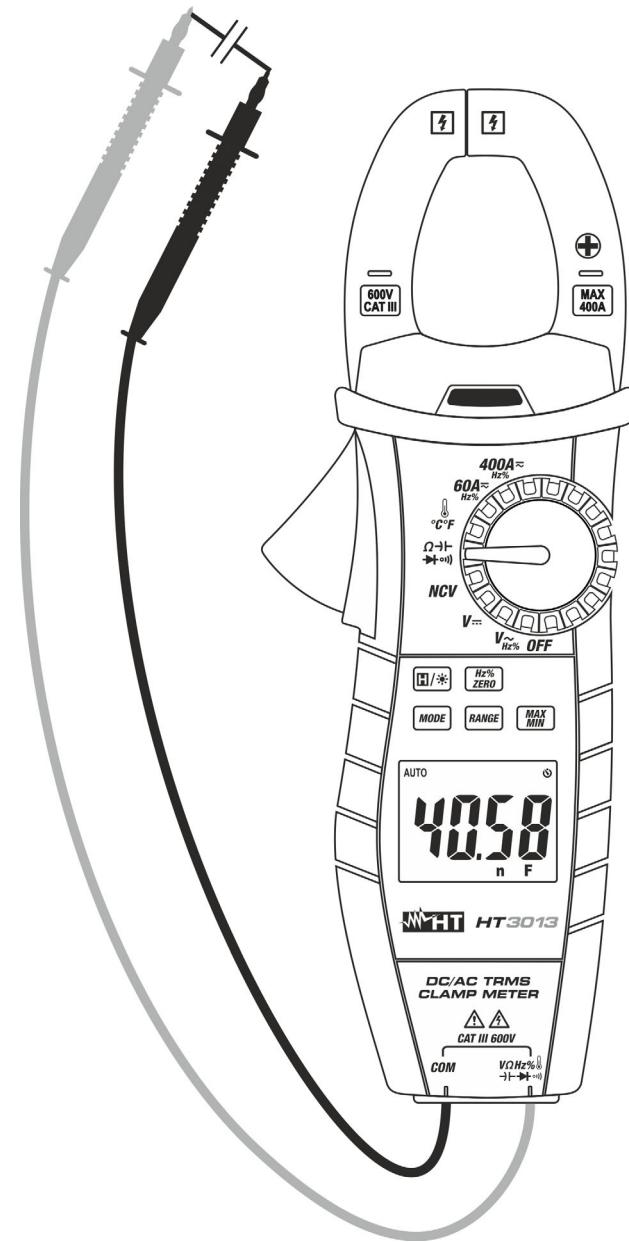

Abb. 9: Verwendung der Zange für Kapazitätssmessung
4. Stellen Sie die Messleitungen in die gewünschten Punkte des zu messenden Kreises (siehe Abb. 9). Der Kapazitätswert erscheint auf dem Display